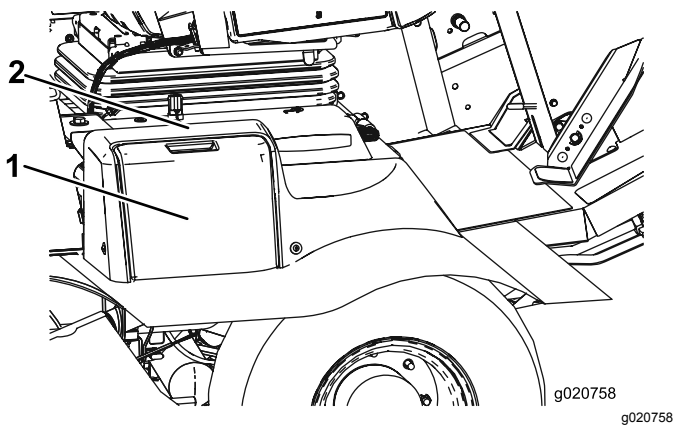

Figure 81
- Ouvrez le couvercle de la batterie (Figure 81) sur le côté du carénage.
Remarque: Appuyez sur la surface plate au-dessus du couvercle de batterie pour en faciliter le retrait (Figure 81).